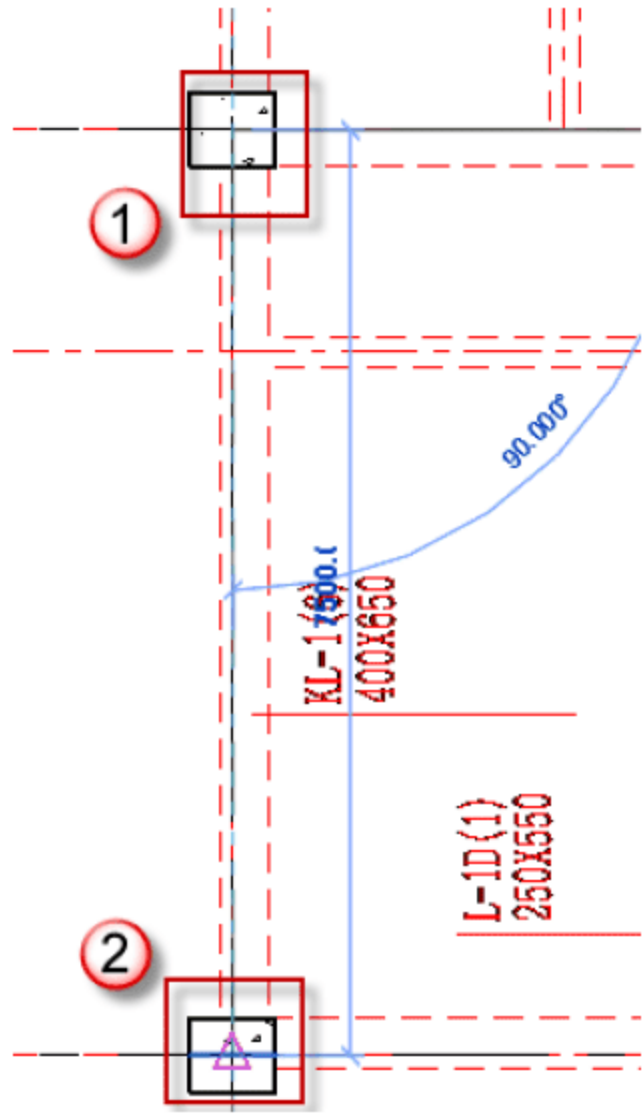

图 4.2.28 绘制 KL-1
(3) 绘制矩形框架梁 KL-1，按快捷键 B+M，放置平面为“标高 2”平面视图，先单击起始柱的中心为起点，后单击终止柱的中心为终点，如图 4.2.28 所示。